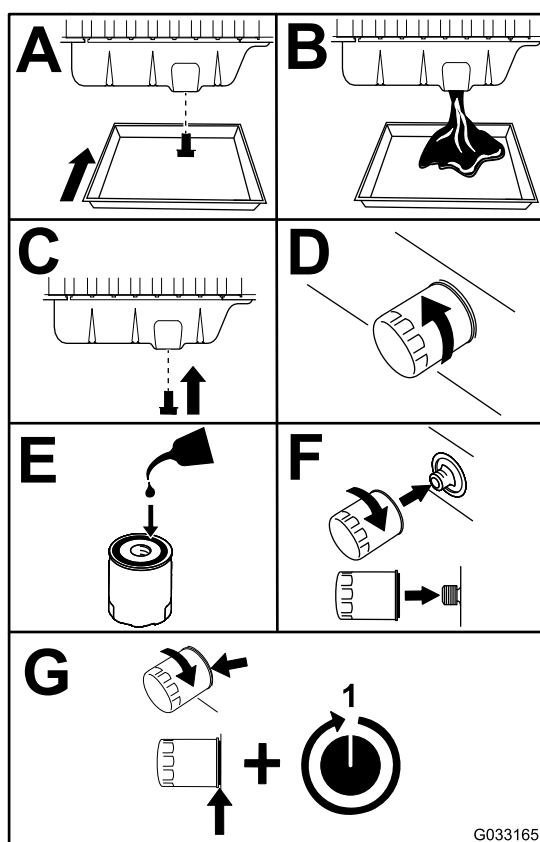

Рисунок 51
3. Замените моторное масло и масляный фильтр (Рисунок 51).